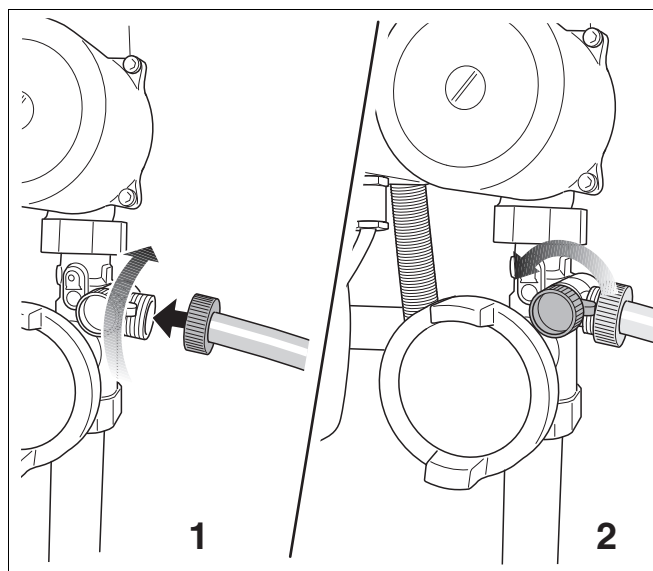

Fig. 65 Racordați furtunul / Deschideți robinetul de umplere și de golire
- Deschideți robinetul de umplere și de golire (fig. 65).